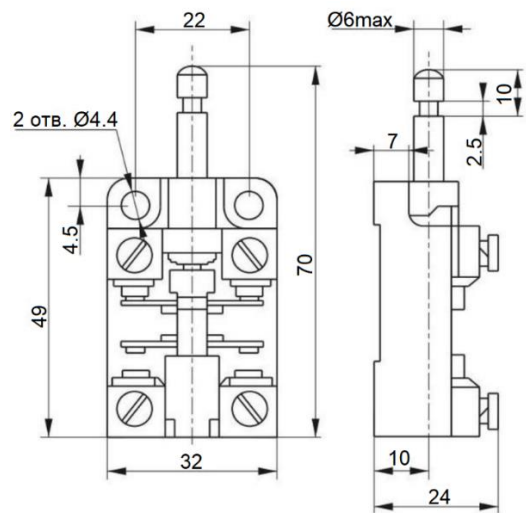

Рис.7. ВПК 2010 БУХЛ4 Д/Т
2.1.1 В качестве контактного элемента в выключателях ВПК 21\_\_БУ2 используется контактный блок ВПК 2010 (см.рис.7) с двумя электрическими отдельными контактными мостиками.